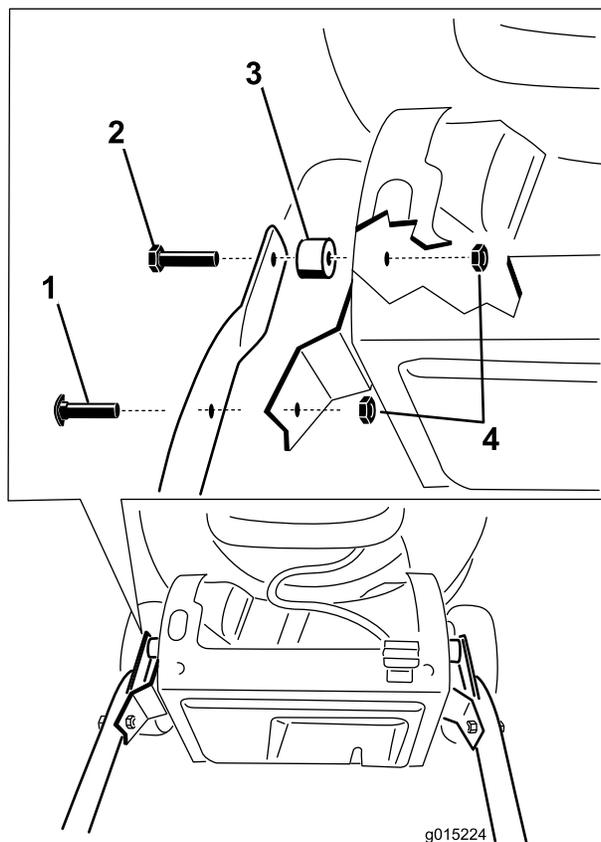

Figure 4
2. Fixez le guidon au carter de la machine (Figure 4) au moyen des 4 boulons, 4 contre-écrous et 2 entretoises fournis dans le sachet de pièces détachées.